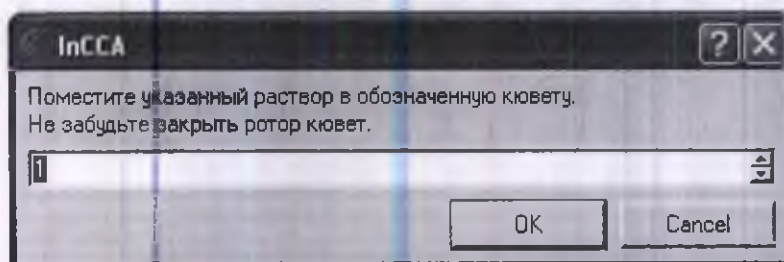

Рисунок 12-25
1. Добавьте 300 мкл раствора в кювету № 1 или в любую другую, как показано на экране (Рисунок 12-25)